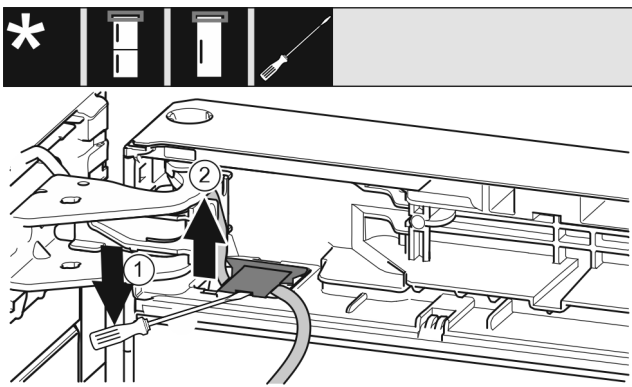

Fig. 8
- ▶ Løft og dekkelet med flat skrutrekker og trekk det ut. Fig. 8 (1)
- ▶ Trekk ut ledningen. Fig. 8 (2)